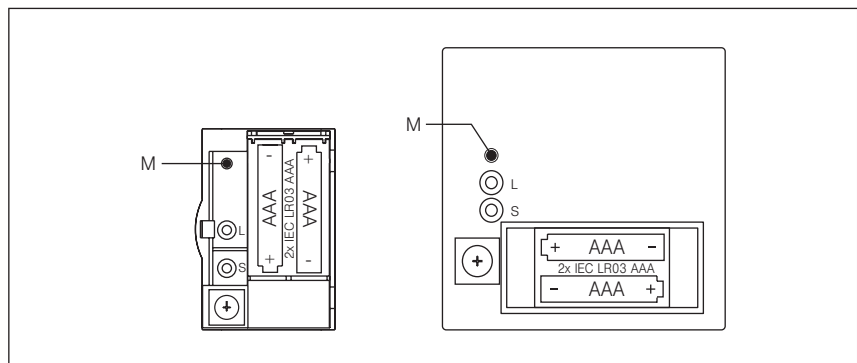

Abb. 30 Modustaste "M" bei EWFS Handsender / EWFS Wandsender
Zum Lernen der Endlagen ist die Modustaste auf der Rückseite des EWFS Hand-/ Wandsenders erforderlich (siehe Abb. 30). Mit der EWFS Zeitschaltuhr müssen Sie den Modusbefehl mit den Menüs 53 bis 60 senden.
- Die Modustaste "M" (Abb. 30) drücken, die Sende-LED beginnt zu blinken. Mit der EWFS Zeitschaltuhr müssen Sie den Modusbefehl mit den Menüs 53 bis 60 senden.